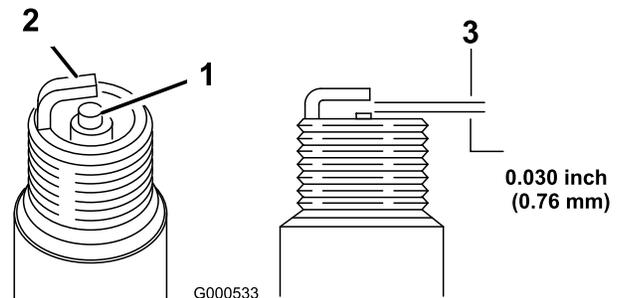

Bild 40
5. Stellen Sie den Elektrodenabstand auf 0,76 mm ein (Bild 40).